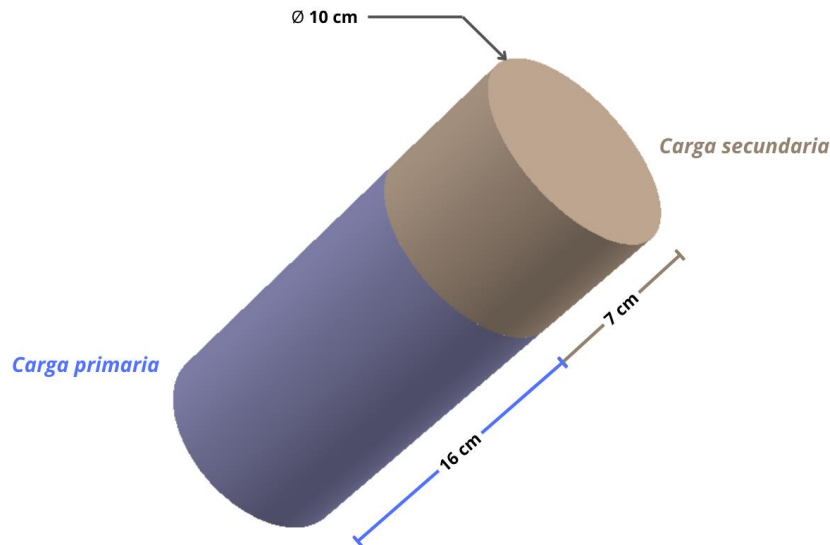

Figura 1. Dimensiones máximas del satélite enlatado.
- Las dimensiones y forma del Satélite Enlatado, una vez ensamblado, deben ser equivalentes a las de un cilindro de 9 a 10 cm de diámetro y una altura de 20 a 23 cm. La carga primaria deberá tener máximo una altura de 16 cm y la secundaria de 7 cm. La superficie exterior del satélite debe ser lisa al tacto, continua y no debe presentar ondulaciones (véase Figura 1).